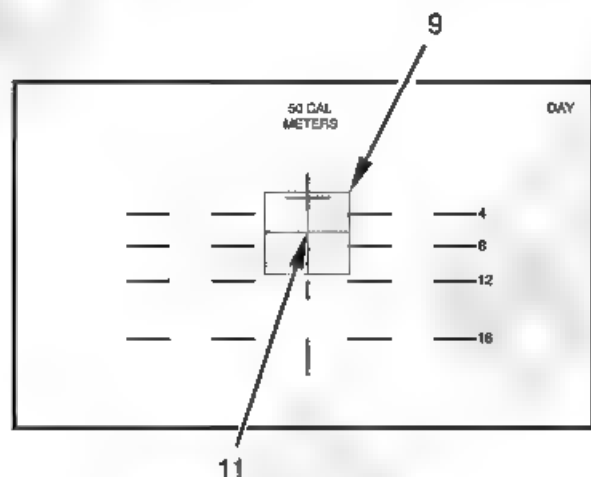

РИС. 1
- 1 Використовуючи вузол ручки керування SCWS (SCHA) (10), наведіть точку прицілювання (11) 500 м (547 ярдів) денної сітки на центр цілі (9) (Рис. 1) (Том 1, WP 0112 1).